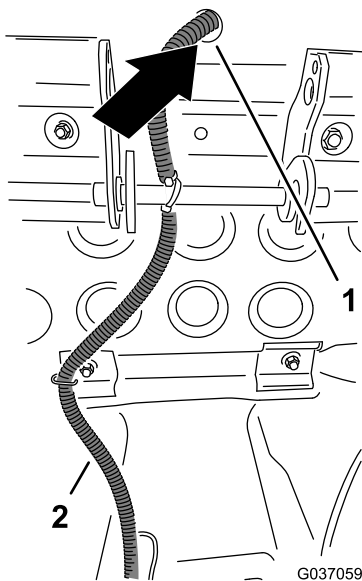

図 23
- リレー用の2ソケットコネクタ白線と黒線を運転席後部の運転台にある穴に通す図23。
- プラットフォーム底部で、350cmキット用のワイヤハーネスの2ソケットコネクタ黒線と赤線を、リレーハーネスに沿って、運転席の後ろ側にある穴に通す図23リレーとハーネスを接続するモデル02750(ページ9)を参照。